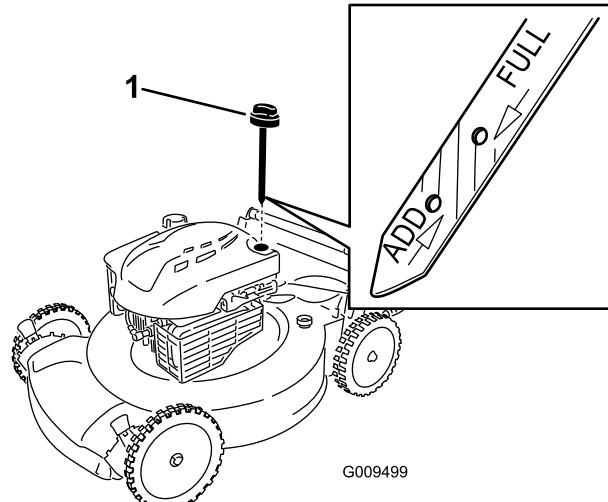

Figura 16
- Retire la varilla (Figura 16).
- Vierta lentamente aceite en el tubo de llenado hasta que el nivel llegue a la marca "Full" (lleno) de la varilla (Figura 16). Después de añadir aceite, espere 3 minutos antes de comprobar el nivel de aceite con la varilla. **No llene demasiado.** (Capacidad máxima: 0.59 l (20 onzas), tipo: SAE 30, aceite detergente con clasificación de servicio API SF, SG, SH, SJ, SL o superior.)